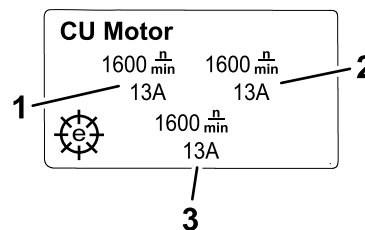

Figure 21
- **Écran d'information moteur UC** (Figure 21) : indique la vitesse et le courant de chaque moteur de cylindre.